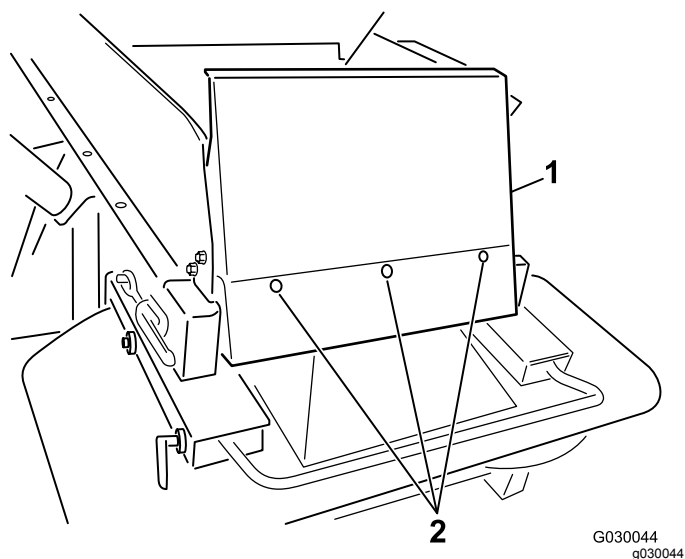

Рисунок 7
6. Установите защитное ограждение бункера с помощью поставляемых в комплекте болтов со сферическими головками ($\frac{1}{4} \times \frac{5}{8}$ дюйма) и нейлоновых контргаяк (Рисунок 7).